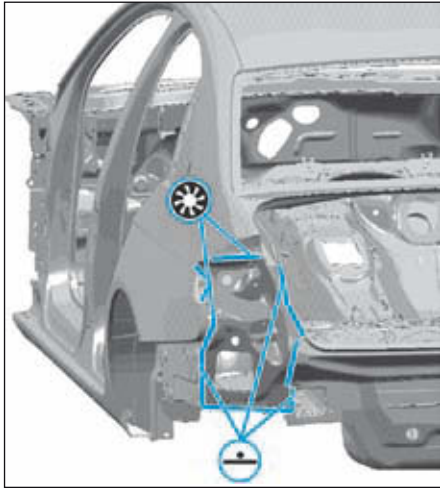

FIG. 128
- Souder comme illustré (Fig.128).